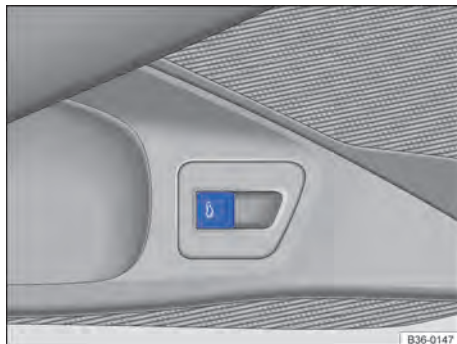

Fig. 47 Na porta do condutor: botão de destravamento da tampa do compartimento de bagagem.
- **OU:** na porta do condutor, puxar o botão  para cima → Fig. 47. O botão também funciona com a ignição desligada.
- **OU**: na porta do condutor, puxar o botão  → Fig. 47 para cima. O botão também funciona com a ignição desligada.
Na porta do condutor, puxar o botão  → Fig. 47 para cima, até que a tampa do compartimento de bagagem esteja completamente fechada.
Na porta do condutor, puxar o botão  → Fig. 47 para cima.